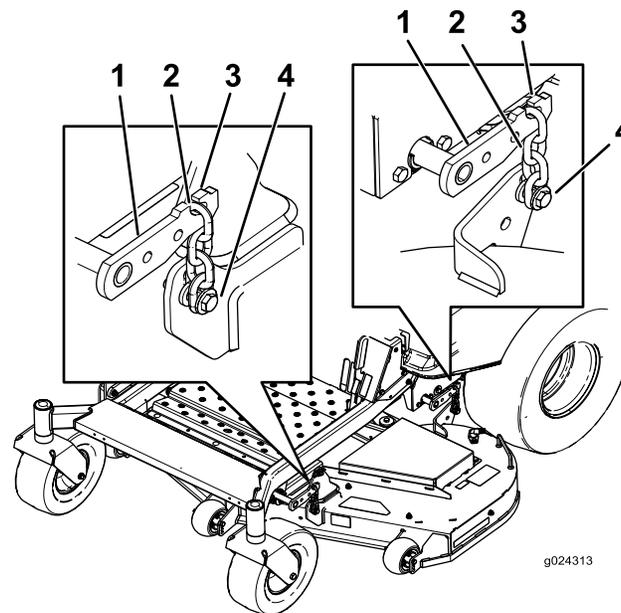

Figure 72
- Desserrez les boulons de réglage aux 4 coins de sorte que le plateau repose bien sur les 4 cales (Figure 72).
- Vérifiez que les 4 chaînes sont tendues (Figure 72).
- Resserrez les 4 boulons de réglage (Figure 72).